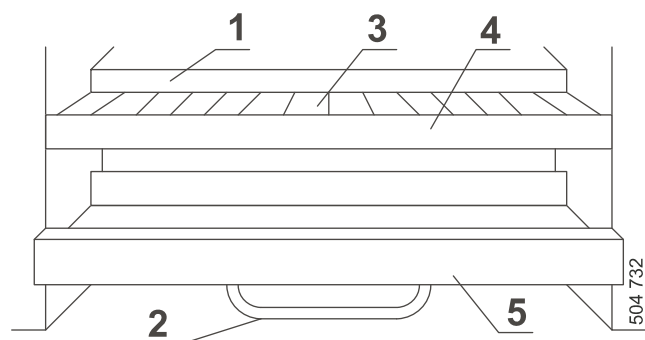

Fig. 4.6.A
Per posizionare la biancheria bene si possono fermare ed avviare i nastri di alimentazione, fig. 4.6.A, pos.3 premendo il pedale, pos. 2. Usare la marcia indietro in caso che la biancheria sia stata inserita male.